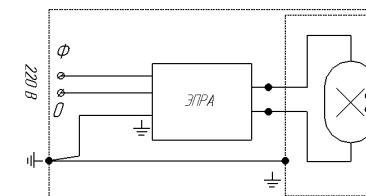
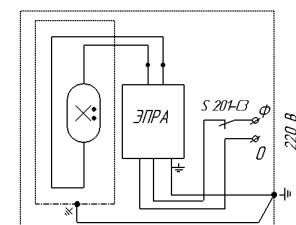

Рисунок 2 - Схема подключения к сети светильников без автоматического выключателя
Рисунок 3 - Схема подключения к сети светильников с автоматическим выключателем
5.2 Подсоединение проводов сети производить к клеммной колодке в соответствии с маркировкой, нанесенной у клеммной колодки, по схемам включения (рисунок 2) или к автоматическому выключателю и клемме ЭПРА, соответственно маркованным (рисунок 3), предварительно зажав их пластмассовой планкой при помощи саморезов. Заземляющий провод подсоединить к клемме клеммной колодки на панели, маркованной знаком заземления, или защитному зажиму, подсоединив к клемме (зажиму) одновременно заземляющий провод внутреннего монтажа. Закрыть светильник и защелкнуть защелки.